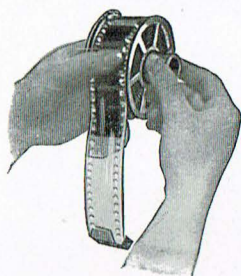

Fig. 3. Enroulement d'une bande sur la bobine Correx.
3. Enrouler d'abord la bande Correx seule une fois autour de l'axe de la bobine, puis la bande et le film ensemble, bien régulièrement, sans trop serrer (fig. 3).